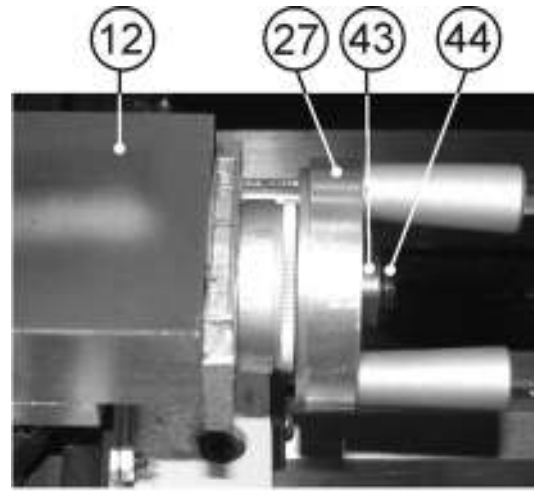

Рис.7
9.4. Регулировка перемещения ходовых винтов суппортов (Рис. 7, 8)
9.4.1. Для регулировки перемещения ходового винта поворотного суппорта (12) необходимо ослабить фиксацию гайки (43) поворотом винта (44) против часовой стрелки. Вращая гайку (43) по часовой стрелке, выберите люфт. Вращение маховика (27) подачи поворотного суппорта должно быть свободным и плавным. Поворотом против часовой стрелки винта (44) зафиксируйте положение гайки (43), Рис.7.